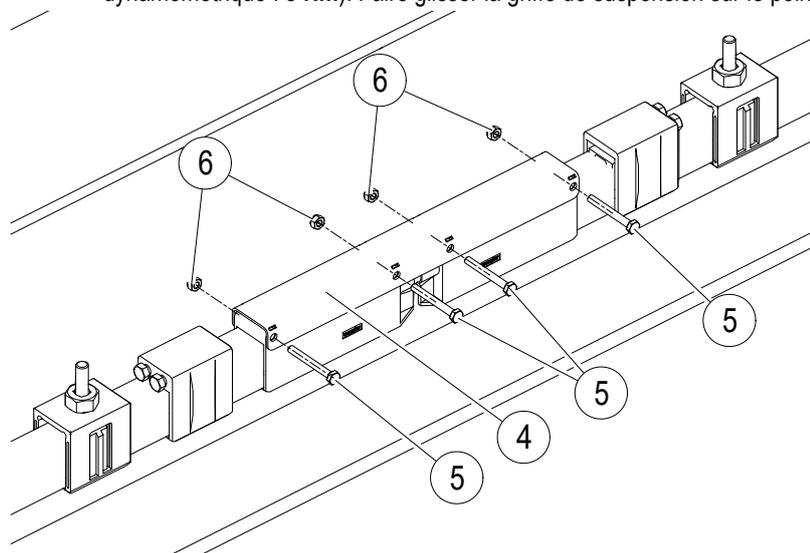

Fig. 93 : Monter la tôle pour la coupure dans l'air.
- Monter la tôle de coupe dans l'air (pos. 4) avec des éléments de fixation, à savoir une vis hexagonale DIN931-M6x50 (pos. 5) et un contre-écrou DIN985 (pos. 6), sur les embouts (voir Fig. 93) et serrer au couple prescrit (SW 10, clé dynamométrique : **8 Nm**). Faire glisser la griffe de suspension sur le point d'ancrage.